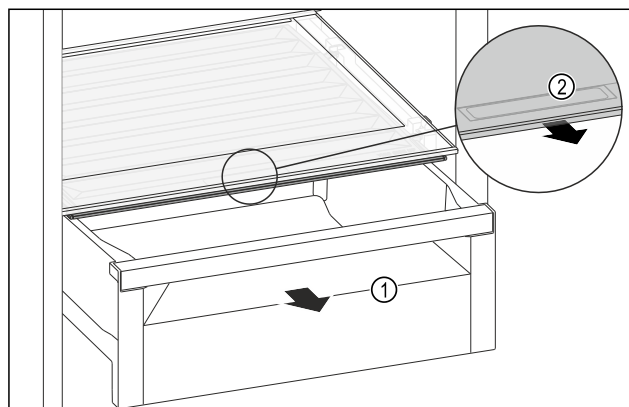

Fig. 150
- Retirer le tiroir Fig. 150 (1).
- Saisir la poignée encastrée Fig. 150 (2) du couvercle du compartiment et tirer le couvercle du compartiment par l'avant.